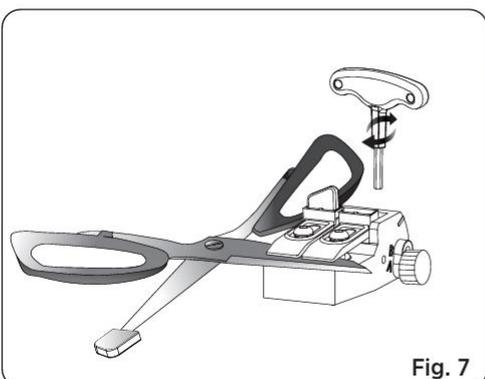

Fig. 7
3. Setzen Sie die Scherenklinge in die Klemmen ein und ziehen Sie sie fest an. Achten Sie darauf, dass die Schneidkante bündig mit oder leicht über dem unteren Stützblock liegt. Passen Sie die oberen Klemmen an, um unterschiedliche Klingenbreiten zu fixieren. (Siehe Fig. 7)